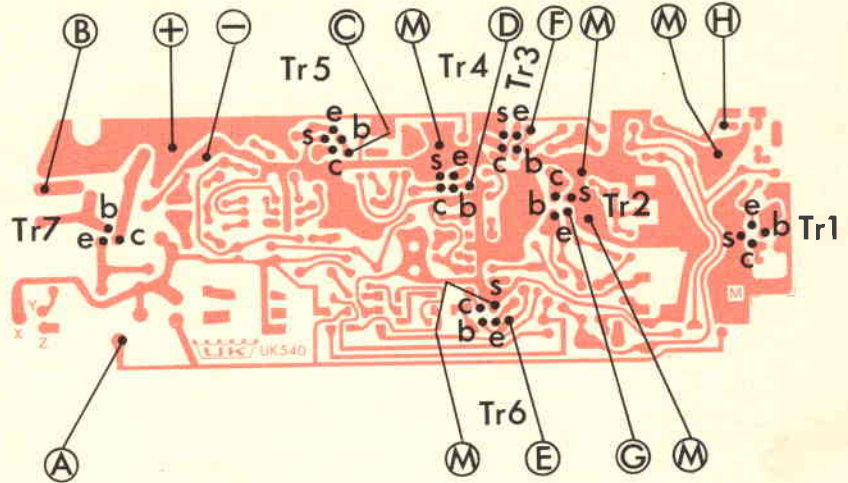

Fig. 11 - Indicazione dei punti di taratura e di controllo.
A tale scopo occorre collegare il generatore di bassa frequenza tra il punto (A) e il punto X - fig. 11. Collegare inoltre, tra il punto (B) e il punto (+) il millivoltmetro.
- B) I vari collegamenti del generatore sono riportati in fig. 11.
Il collegamento alla presa OUTPUT deve essere fatto con cavetto schermato unendo la calza schermante al punto X e il conduttore centrale al punto (B) - fig. 11. Il collegamento alla presa d'antenna deve essere fatto con filo isolato